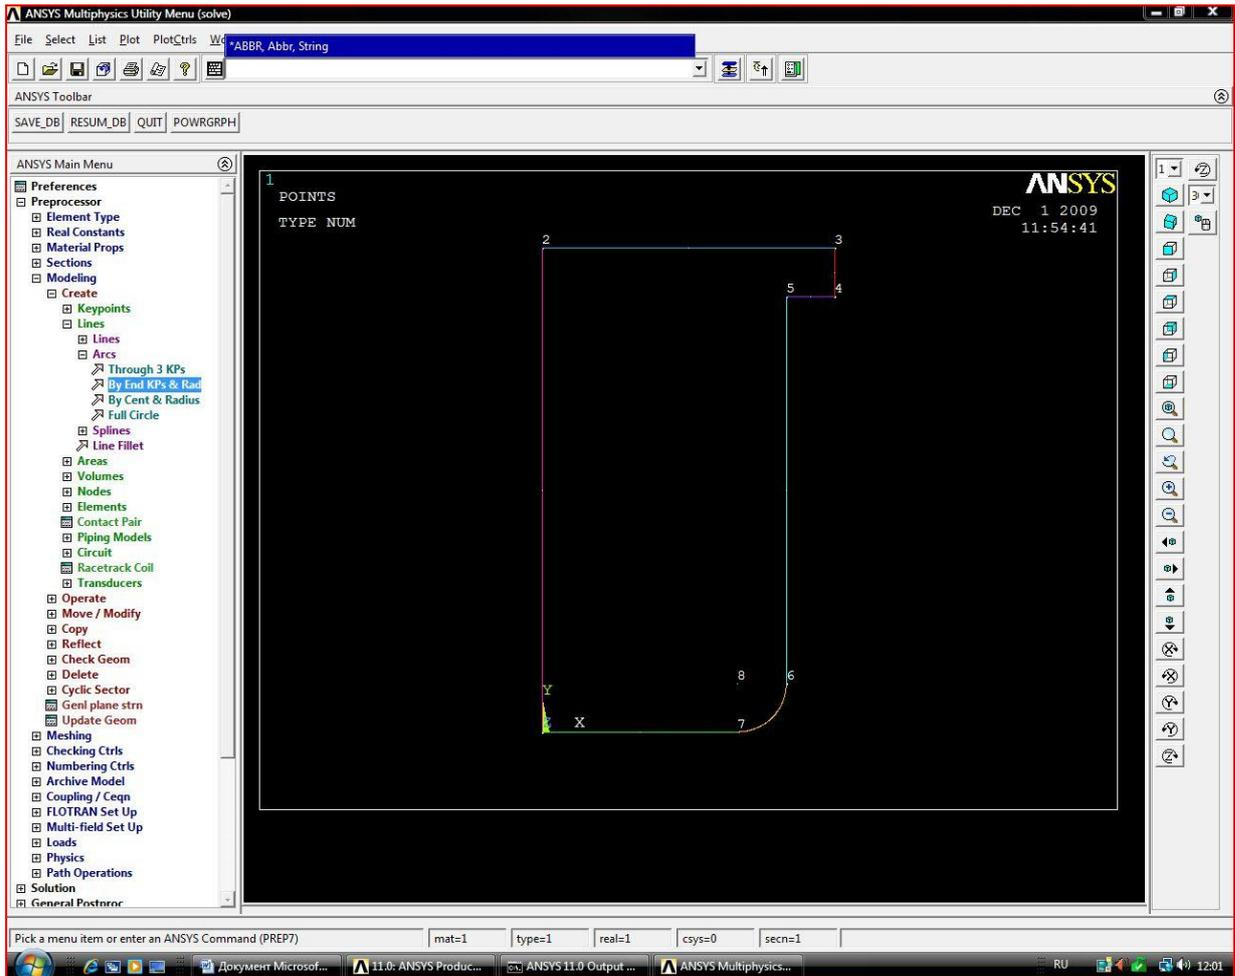

Рисунок 1.14 – Построение линий
2.16.4 Вывести на экран номера линий (рисунок 1.14):